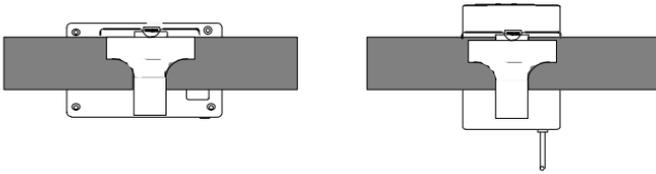

FIGURE 7
1. Accrocher l'attache pour ceinture de l'émetteur à la ceinture ou à la bandoulière de la guitare. Se référer à la Figure 7.